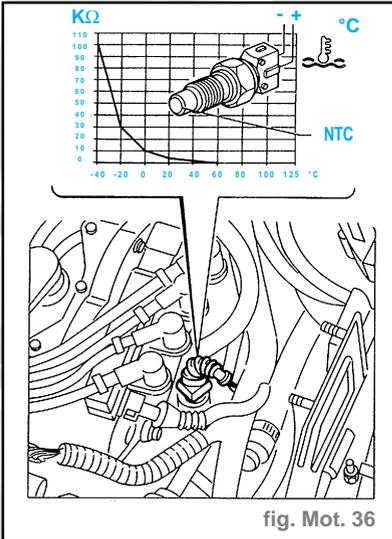

fig. Mot. 36
- Le graphique (fig. Mot. 36) représente la courbe caractéristique de la sonde que l'on mesurera en débranchant le connecteur et en appliquant un ohmmètre aux bornes de la sonde.